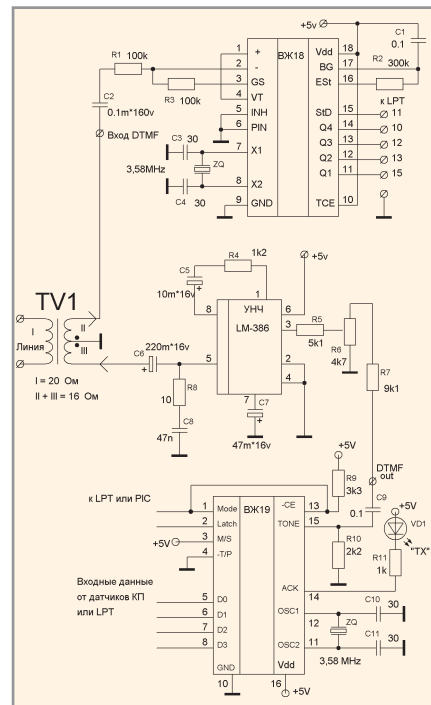

Рис. 5. Блок ДП: передатчик, УНЧ и приёмник
- приёмника и передатчика (см. рис. 5);